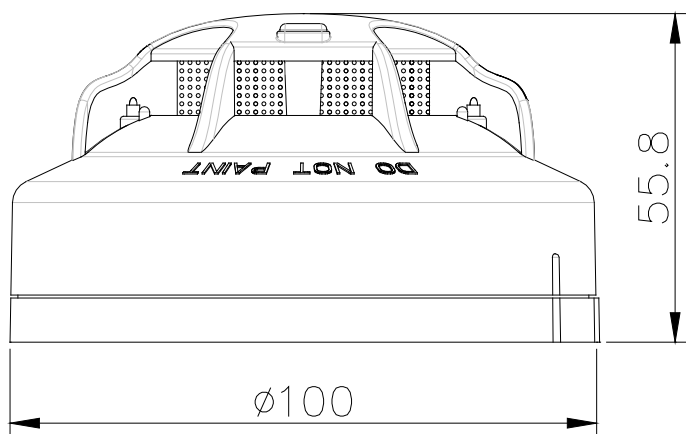
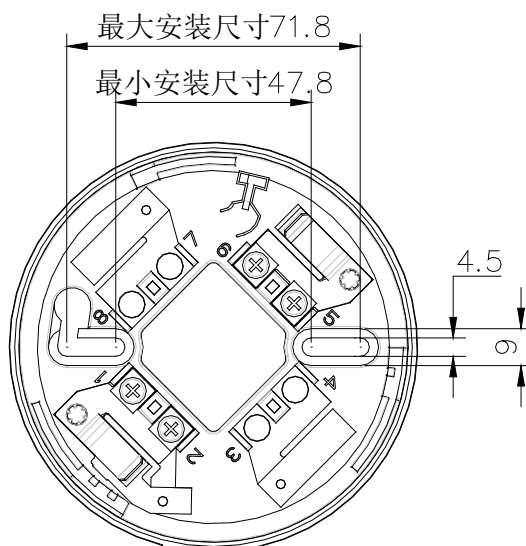

图 1 JTF-GOM-TX3120 外形示意图
图2 JTF-GOM-TX3120 安装尺寸示意图
- 1. 探测器的外形尺寸及安装尺寸示意图如图 1、图 2 所示。